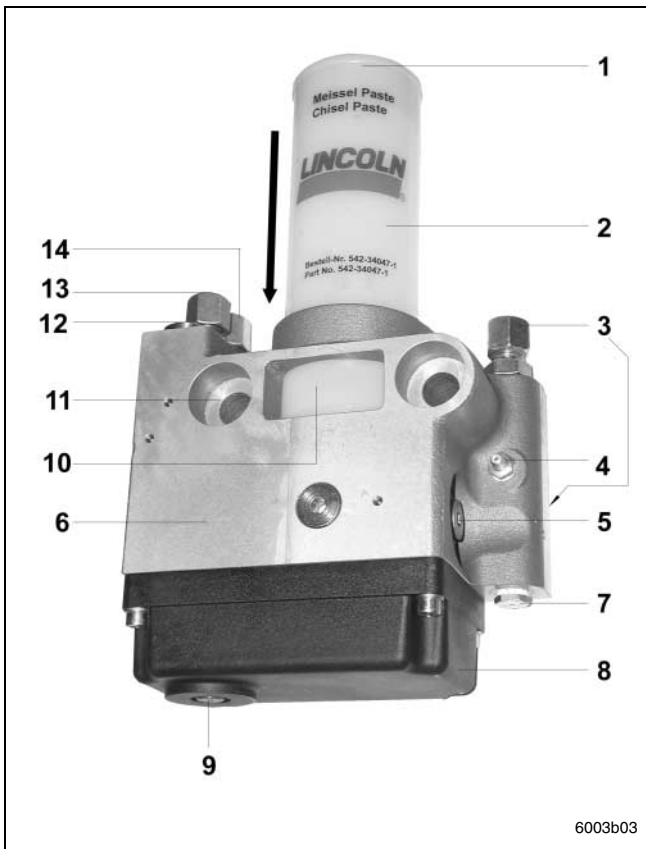

Fig. 1 Componentes de la bomba hidráulica de lubricación HTL 101
- con el pistón secundario tiene un control visual del nivel de grasa. Cuando el pistón secundario se encuentra en la posición de nivel vacío del cartucho (fig.1, pos. 10) hay que reemplazar el cartucho.
- está protegida con una válvula limitadora de presión (fig. 1, pos. 7) (cartucho) con 120 bar.
- está equipada con un elemento de bombeo de fácil recambio (fig. 1, pos. 5).
- tiene un racor de engrase (fig. 1, pos. 4) para una lubricación manual (p. ej. en caso de un fallo del sistema hidráulico).
- tiene tres escapes distintos (fig. 1, pos. 7 y 3) para una conexión individual de la alimentación con grasa del mortillo.
Usando la salida inferior de grasa (fig. 1, pos. 7), el racor de salida ha de cambiarse por la válvula limitadora de presión.